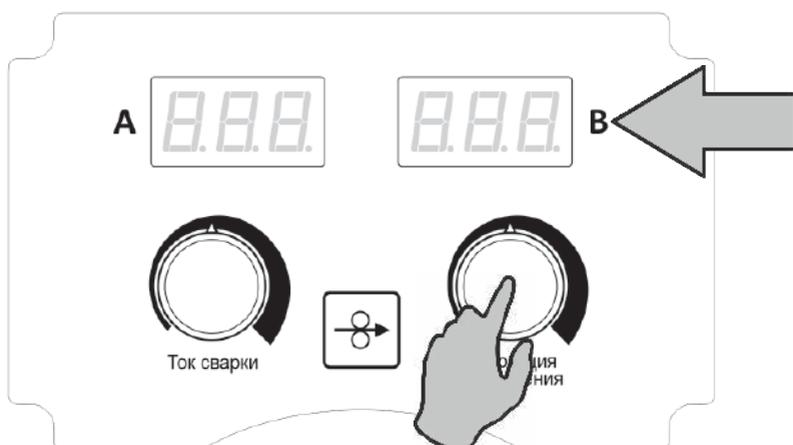

Рис. 8.8.2. Установка коррекции напряжения на дуге.
2. Установите значение коррекции напряжения на дуге (см. рис. 8.8.2).